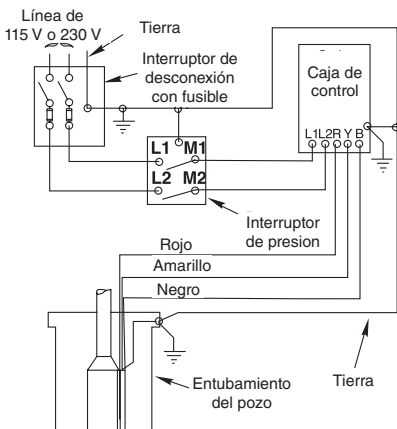

Figura 1 - Motor monofásico, 3 alambres.
Conecte los cables de la caja de control según se ilustra en la Figura 1. Una bomba de tres hilos no funcionará sin una caja de control y se quemará un motor de 3 hilos.
4. Conecte los conductores del motor y el suministro de corriente eléctrica a la caja de control del motor, al interruptor de separación a fusibles, o al arranque magnético (consulte Figura 1). **No encienda la bomba todavía.**